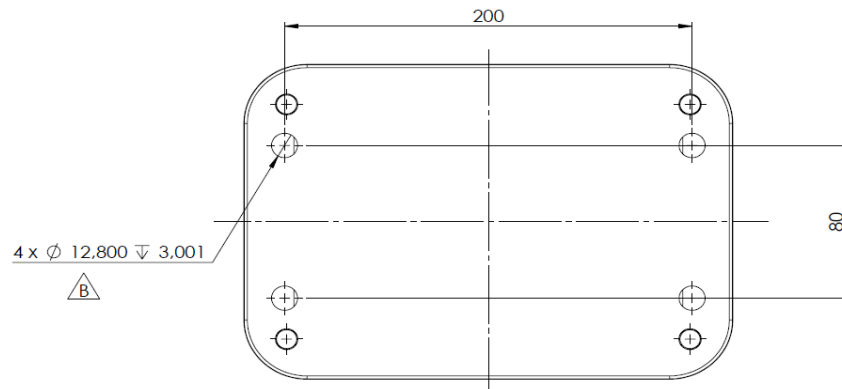

Abbildung 14. Abmessungen der ECU.
10. Da jeder Rollstuhl einzigartig ist, gibt es keine allgemeine Montagehalterung. Die Abmessungen in Abbildung 14 müssen für die Montage der Elektronik-
Einer der Fußpads, das wahlweise links oder rechts sein kann, dient zur Betätigung des Schalters. Dies, um die Fahrtrichtung zu ändern, vorwärts oder rückwärts. Durch längeres Drücken und Halten des Schalters gelangt man in das Steuerungsmenü. (Abbildung 14).